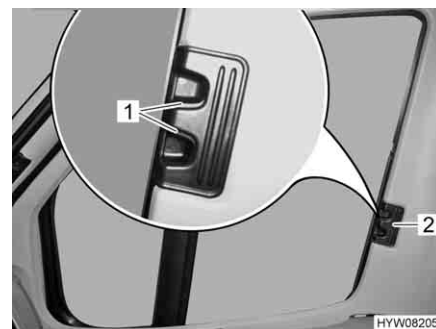

Bild 34 Plisségardin för förar-/passagerarfönster
- Ta tag i handtaget (Bild 34,2) till plisségardinerna för förarfönstret och passagerarfönstret och skjut in dem så långt det går.
- Låt låshandtagen (Bild 34,1) haka fast.